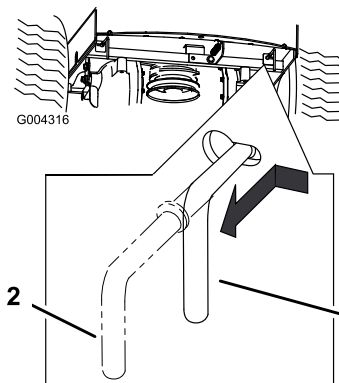

Figura 22
3. Mova as duas alavancas de derivação para o interior e empurre-as até que a anilha na barra passe pela ranhura (Figura 22).
4. Empurre as alavancas para fora para as encaixar no sítio Figura 22.
Mova cada uma das alavancas de derivação para o interior e empurre-as para a parte de trás, completamente através da ranhura (Figura 22). Empurre as alavancas para fora para as encaixar no sítio.